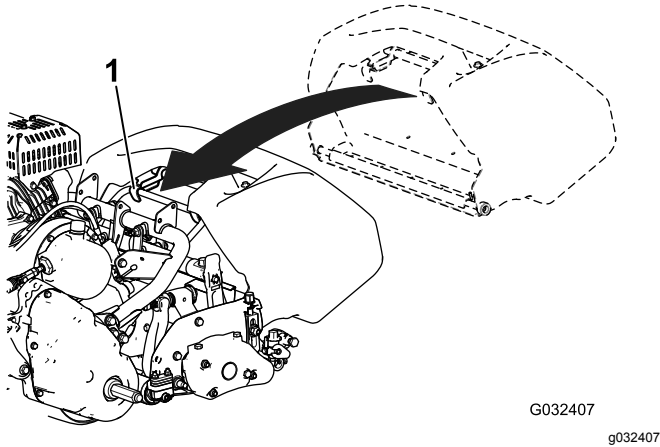

Figura 11
1. Sujete el recogedor por el asa (Figura 11).
2. Guíe el reborde del recogedor entre las chapas laterales de la unidad de corte y por encima del rodillo delantero (Figura 11).
3. Instale los ganchos del recogedor sobre el tubo del bastidor (Figura 11).